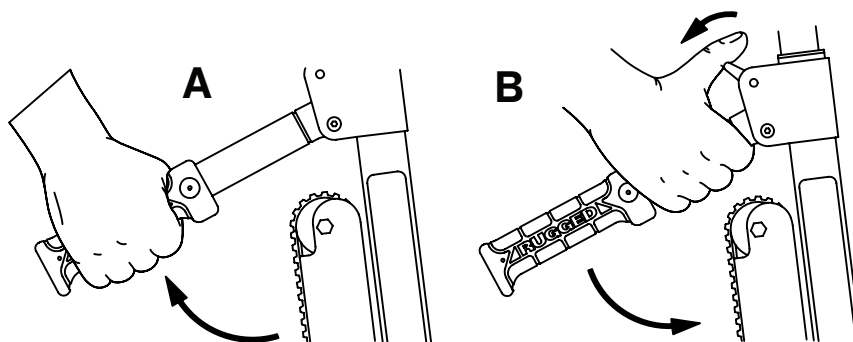

Figura 7 – Abbassamento delle maniglie di sollevamento posteriori di blocco
1. Sollevare la maniglia di sollevamento posteriore di blocco (A) (Figura 7).
2. Tirare il grilletto della maniglia rossa (B) verso di sé con il pollice.